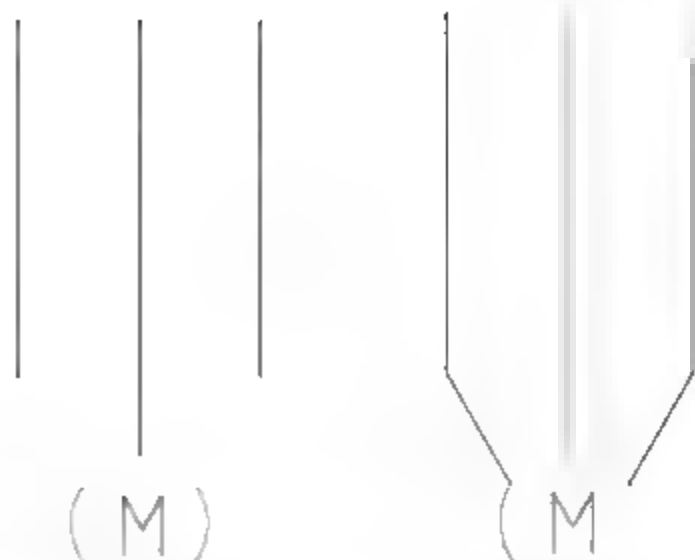

图10-17 延伸线路
**04** 调用EX【延伸】命令，将线路延伸至电动机图例上，结果如图10-17所示。